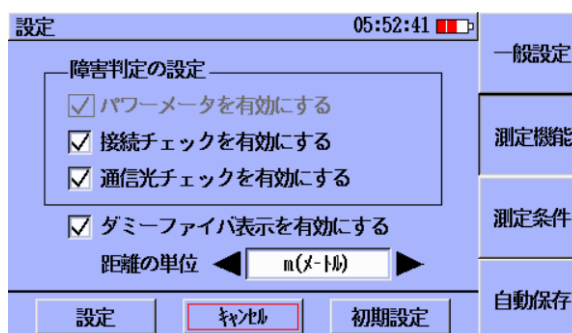

図 3.1.3-3 測定機能設定画面
1. 設定変更画面(図 3.1.3-1)で **F2**(測定機能)を押します。